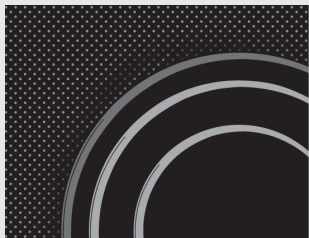

Figure 2
**Les pictogrammes sérigraphiés peuvent** s'effacer si vous utilisez des nettoyants trop puissants ou si le fond de vos récipients est rugueux ou endommagé (Figure 2).